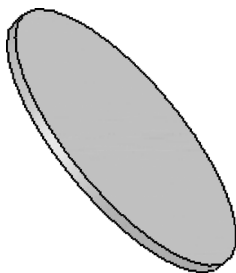

图 9-5 拉伸实体 1
**03** 拉伸实体 1。选择菜单栏中的“插入”→“凸台/基体”→“拉伸”命令，或单击“特征”控制面板中的“拉伸凸台/基体”按钮，系统弹出“凸台-拉伸”属性管理器；在“深度”文本框中输入 10.00mm，如图 9-4 所示；单击“确定”按钮完成拉伸实体，如图 9-5 所示。